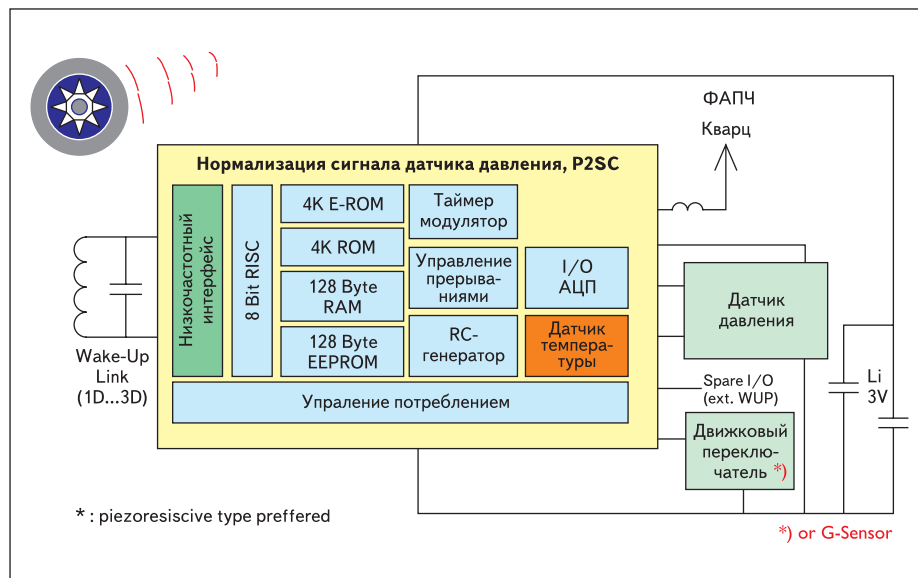

Рис. 4. Схема включения PCH7970
- Программируемое определение разряда батареи (установка порогового напряжения). Схема включения PCH7970 показана на рис. 4. Измерение температуры также необходимо, чтобы гарантировать долгосрочную точность и надежность TPMS. Контроль температуры позволяет системе компенсировать изменение давления из-за изменений температуры шин так же, как и температурную нестабильность самого датчика давления. Это облегчает блокировку системы в случае резкого повышения температуры. Хотя все TPMS строят в расчете на работу в автомобильном диапазоне температур (от -40 до $+125$ °C), резкий перегрев шин может возникать из-за высокой температуры диска тормоза или при езде в агрессивных условиях, когда поверхностная температура может достигать 900 °C. По этой причине некоторые системы включают в себя тепловую блокировку, в других системах допускается тепловая перегрев до 170 °C в течение 3–5 минут.